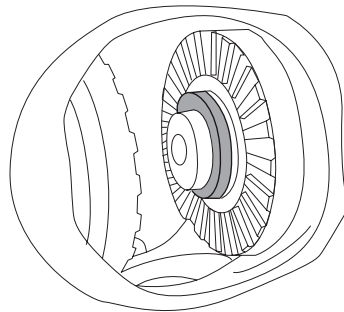

Рис. 3
4. Установите стопор полуоси (рис. 3).